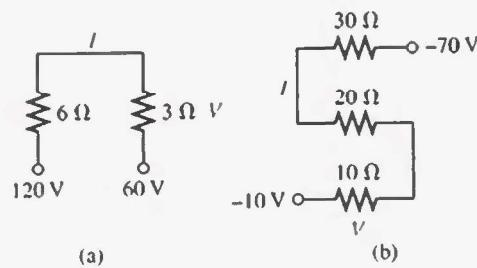

FIGURA 5.94
25. Determine la corriente I (con dirección) y el voltaje V (con polaridad) para las redes de la figura 5.94.